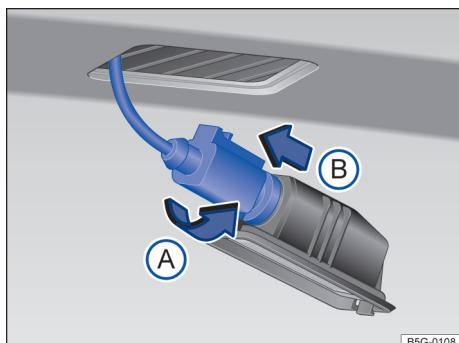

Fig. 138 Lanterna da placa de licença: desinstalar o suporte da lâmpada.
3. Girar o soquete da lâmpada no sentido anti-horário → Fig. 138 **(A)** e retirar o suporte junto com a lâmpada **(B)**.